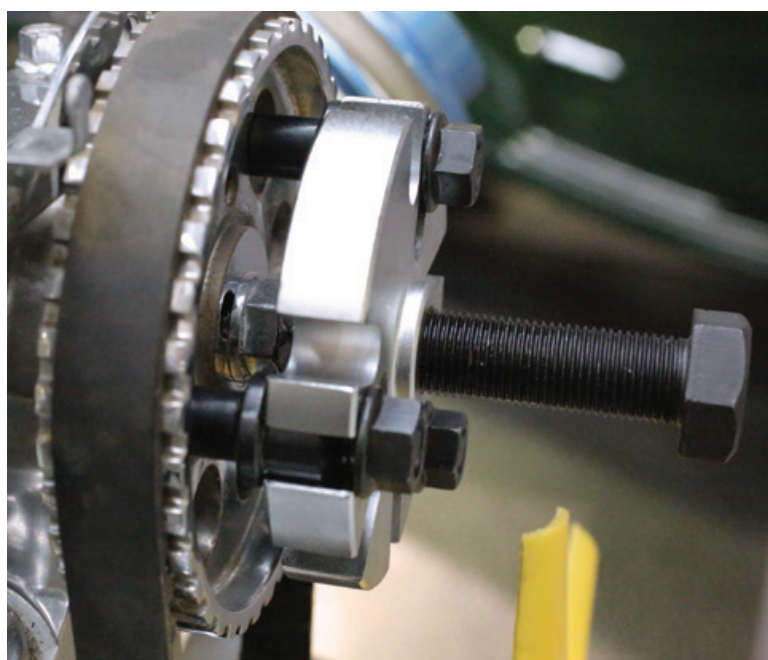

Fig.2
4. Monte o extrator na polia como mostrado na Fig. 2
6. Certifique-se de que a extremidade da esfera do parafuso de força está empurrando sobre uma superfície plana, se o eixo da polia tiver um furo central, então remova o parafuso de fixação central para garantir que o parafuso de força está empurrando sobre uma superfície plana como mostrado na Fig. 2.